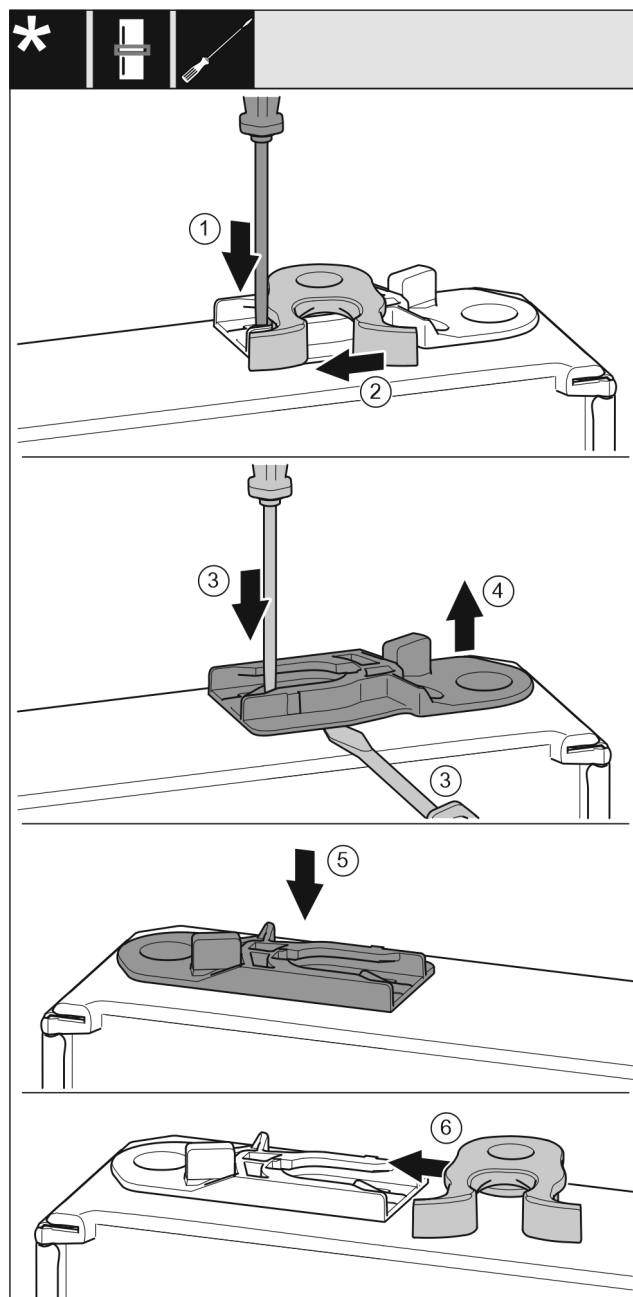

Fig. 52 *
- ▶ Plochým šroubovákem přitlačte lamelu Fig. 52 (1) dolů.*
- ▶ Vytáhněte petlici Fig. 52 (2) z vedení.*
- ▶ Vytáhněte vodící pouzdro Fig. 52 (3, 4): Stiskněte jazýček šroubovákem a současně plochým šroubovákem zajedťte pod vodící pouzdro.*
- ▶ Vodící pouzdro Fig. 52 (5) přiložené v příslušenství zasuňte na druhé straně pláště.*
- ▶ Petlici Fig. 52 (6) zasuňte do vedení.*